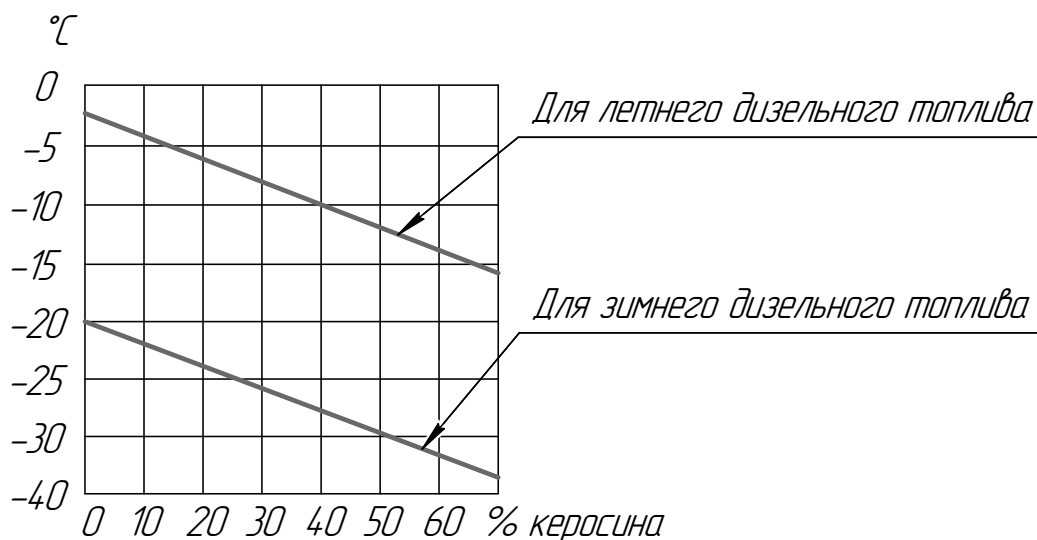

Рис. 12- Содержание керосина в смеси с дизельным топливом в зависимости от температуры окружающего воздуха
12.2 Надежная работа подогревателя зависит от марки применяемого топлива. Марка топлива выбирается в соответствие с ГОСТ 305-82 в зависимости от температуры окружающей среды (см. таблицу 5). Допускается применять и смеси дизельного топлива и керосина в соответствии с рис.12.